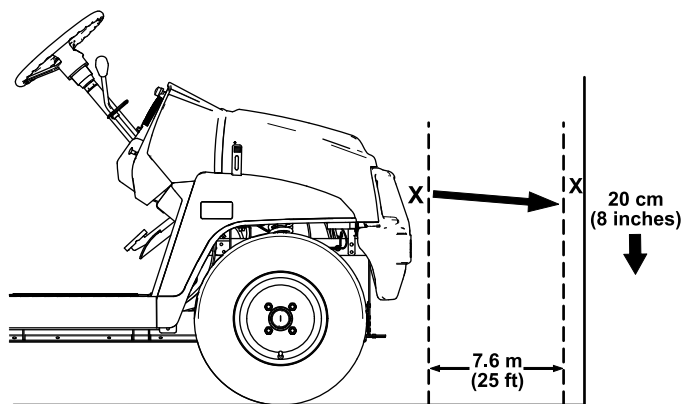

Figura 44
1. Parcheggiate la macchina su terreno pianeggiante con i fari a circa 7,6 m di distanza da una parete (Figura 44).
La parte più luminosa del fascio dei fari deve trovarsi 20 cm sotto il segno tracciato sulla parete (Figura 44).